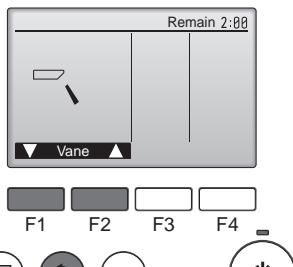

Fig. 7-4
- ② Нажмите кнопку [ВЫБОР] для отображения экрана работы жалюзи, затем нажмите кнопку [F1] и [F2] для проверки автоматического режима работы жалюзи. (Fig. 7-4)